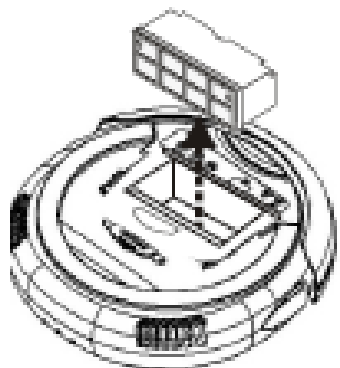
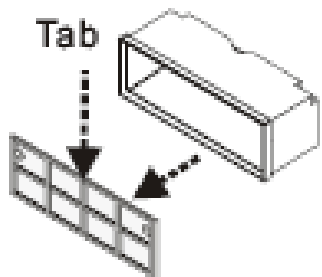
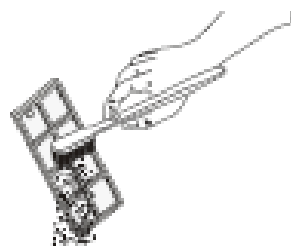

Figura 3
figura 4
figura 7
9. Rimuovete la vaschetta ed il filtro – Figura 3. Rimuovete il filtro e spazzolatelo con lo spazzolino morbido in datazione e posizionato in prossimità della vaschetta – Figura 4 e Figura 7.
1. Rimuovere il coperchio premendo il tasto di rilascio dello scomparto della polvere e rimuovere la vaschetta di raccolta della polvere - Figura 1. Sul lato destro troverete il vano per inserire la tavoletta profumata. Vedere freccia di indicazione nella figura 4 riprodotta nella pagina precedente.